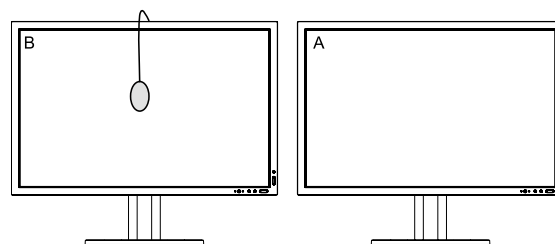

图 C.2
7. 当希望确认显示器 B 的白点时，从源显示器 A 上取下 USB 传感器并将其置于显示器 B 的中心 (图 C.2)。若要跳过显示器 B 的白点确认，请按“SELECT”键转至步骤 9 进行 FINE TUNING (细调)。